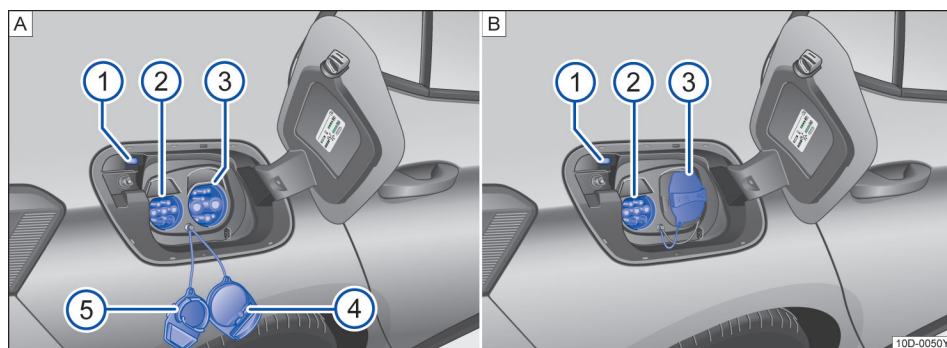

图 118 A 充电插口 B 充电口保护盖使用说明
充电插口上的充电状态指示灯→图 118▲①显示充电过程的状态。